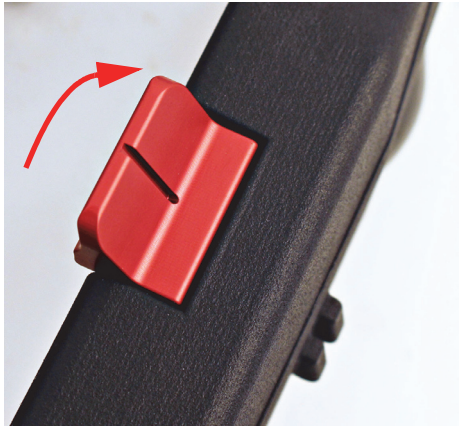

图 4-1 启用制动杆，激活制动系统
- 要激活制动系统，需将后面红色的制动杆放置在上面的位置（参见第68页的图 4-1）。